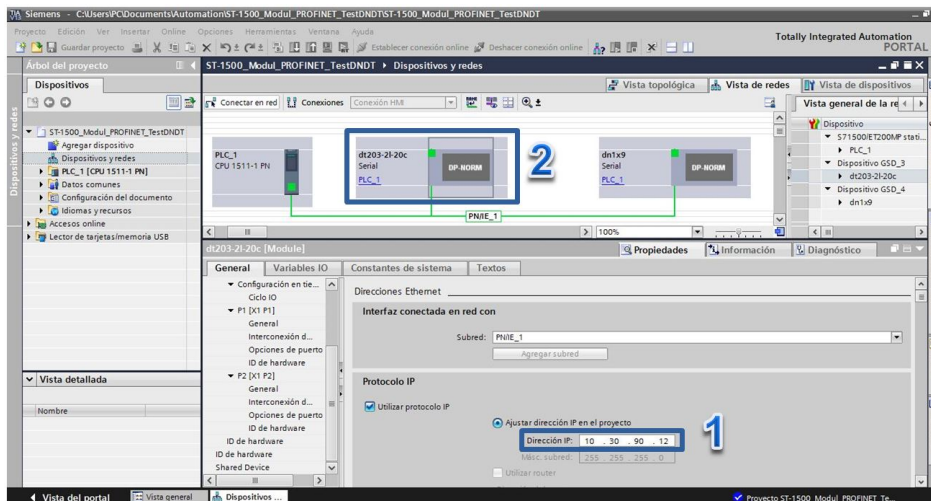

Fig. 10 Définir la connexion des écrans avec l'automate
Dans la fenêtre "Chargement avancé", sélectionnez la carte réseau de l'ordinateur dans le champ "Interface PG / PC" (3) et définissez l'identificateur de réseau Profinet dans le champ "Connexion avec interface / sous-réseau" (4). PN / IE_1 dans cet exemple, voir Fig. 10).